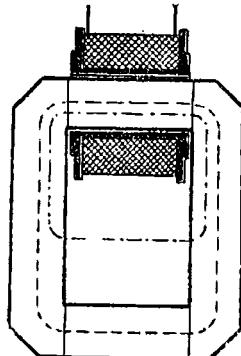

Fig. 95. — Circuit magnetic închis
53. Circuit magnetic. Să luăm o ramă de fier moale după cum se vede în fig. 95 și să înfășurăm o sărmă izolată, ale cărei capete le legăm la o sură de curent electric.